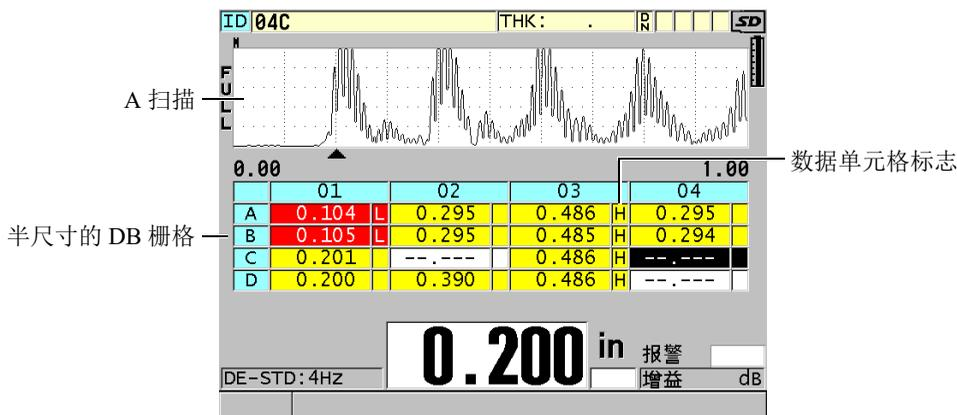

图 10-8 半尺寸 DB 栅格示例
数据库栅格（DB 栅格）表现为一个由二维数据构成的表格。这个表格可使用户在栅格的任意方向上自由移动，而无需按照预置的 ID 码顺序移动。用户使用箭头键，可以更方便地移动到任何一个位置，而不是自动递增到下一个 ID 位置。仪器可同时显示 A 扫描、DB 栅格和厚度读数（参见第 148 页的图 10-8）。用户可配置栅格中的单元格，使用不同的数据单元格标志和背景色表示厚度读数所处的范围。
8. 将**数据单元标志**设为可选项中的一个，以在数据库栅格中的每个数据单元格中显示一个单个数据标志。数据单元格标志是出现在数据单元格中的厚度值右侧的小框中的一个字母（参见第 148 页的图 10-8）。可用的选项有：